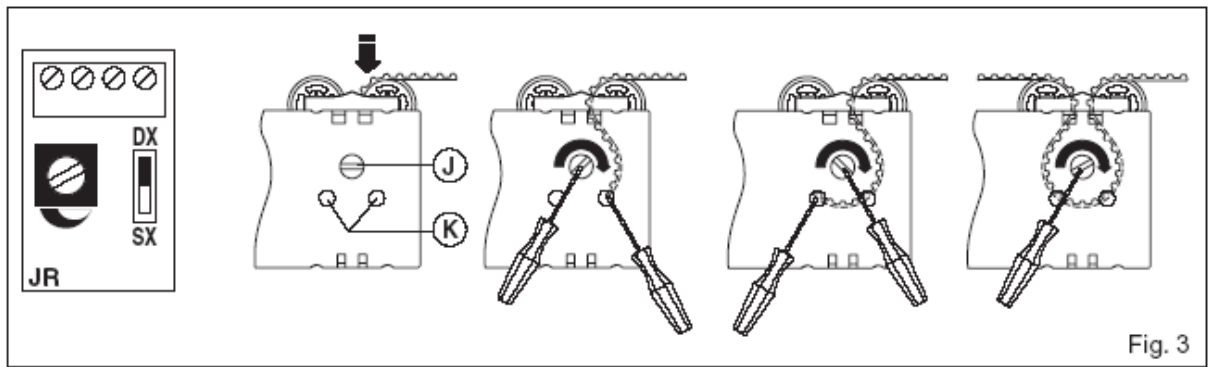
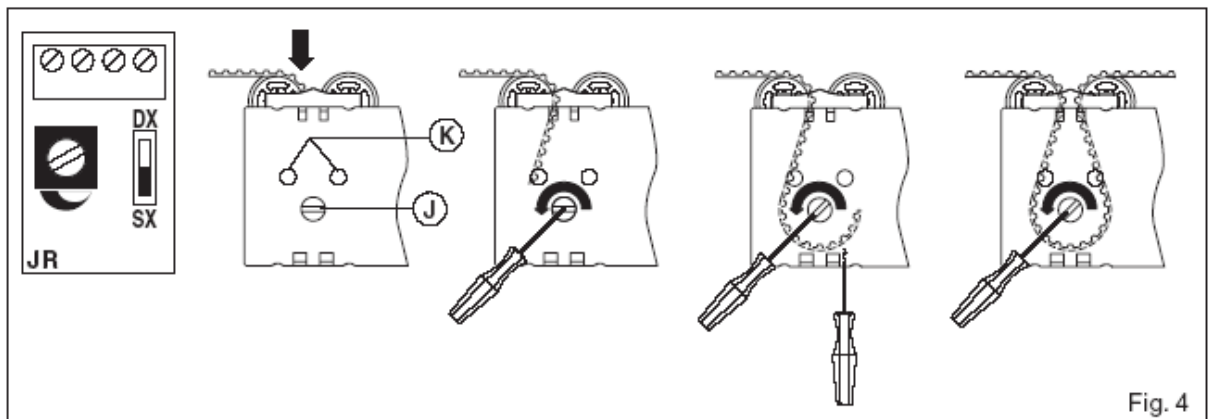

Fig. 3
Fig. 4
4.5 Tre drivremmen inn i motorenheten som vist i Fig. 3 (for høyredør) eller som Fig. 4 (for venstredør).